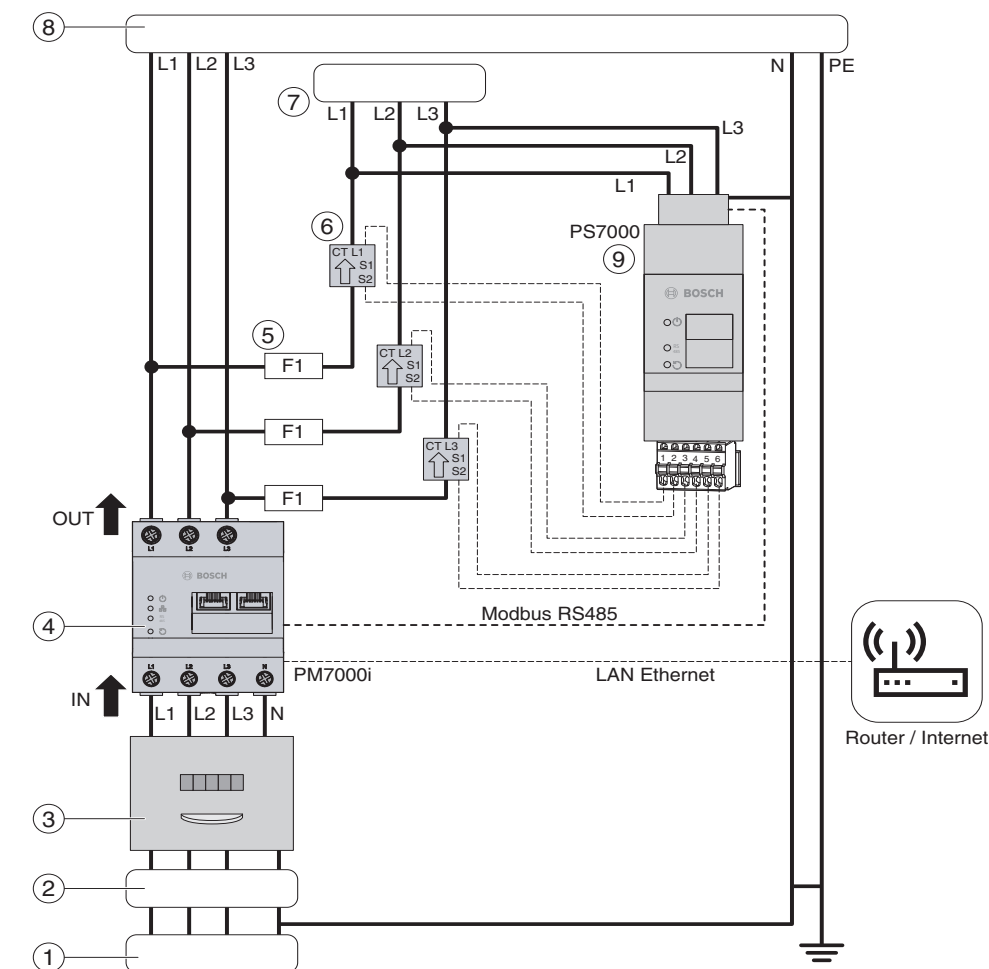

Bild 2 Anschlusschema
- Bei einem dreiphasigen Stromnetz die Außenleiter L1, L2 und L3 und den Neutralleiter N gemäß Anschlusschema (→ Bild 2) an den PM7000i anschließen.